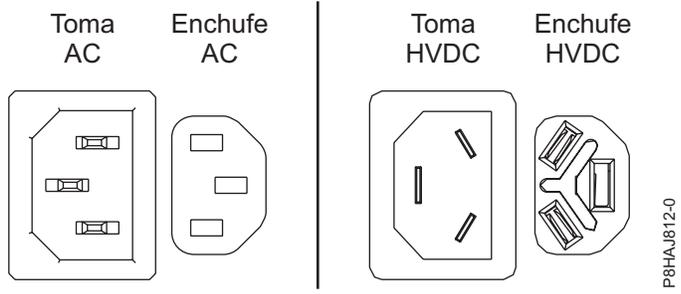
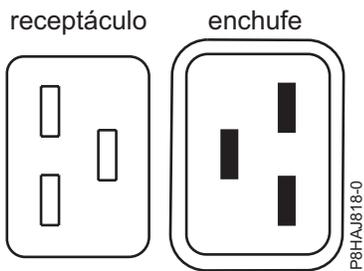
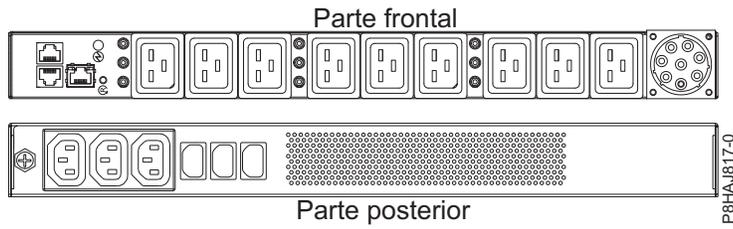

Figura 18. Conectores de CA y HVDC
Figura 19. Conectores para el sistema 8408-44E
Figura 20. PDU para el sistema 8408-44E
En Figura 18 en la página 40 se muestran los conectores admitidos de corriente alterna (CA) y de corriente directa de alto voltaje (HVDC). En Figura 19 en la página 40 y en Figura 20 en la página 40 se muestran los conectores admitidos y la unidad de distribución de alimentación (PDU) para 8408-44E.